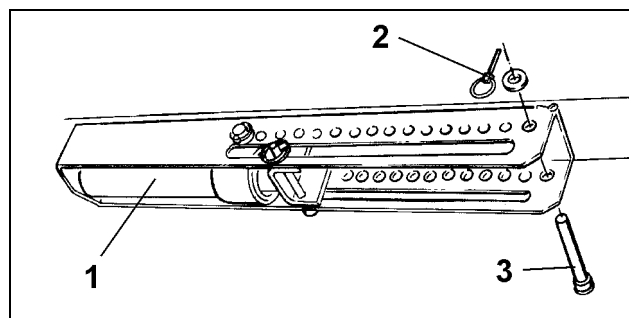

Fig. 89
- Azzerare la pressione del cilindro idraulico (Fig. 89/1).
- Inserire i bulloni (Fig. 89/3) in un foro del gruppo forato e fissarli con una spina a scatto (Fig. 89/2).